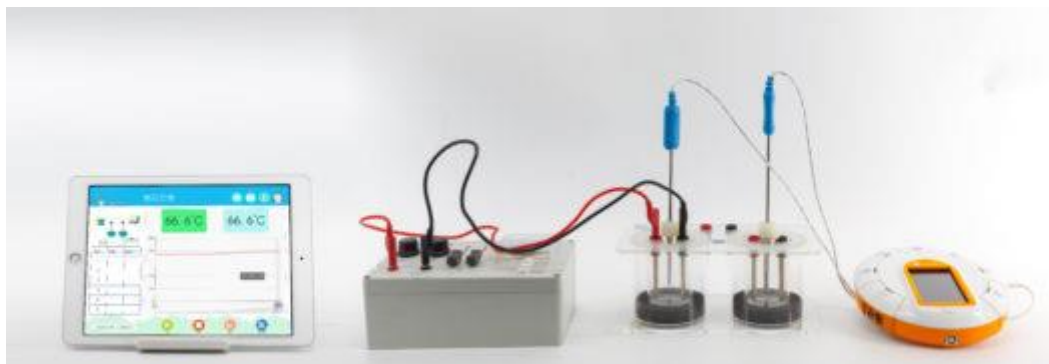

Рис. 1. Схема экспериментальной установки
1. Соберите установку согласно рис.1.